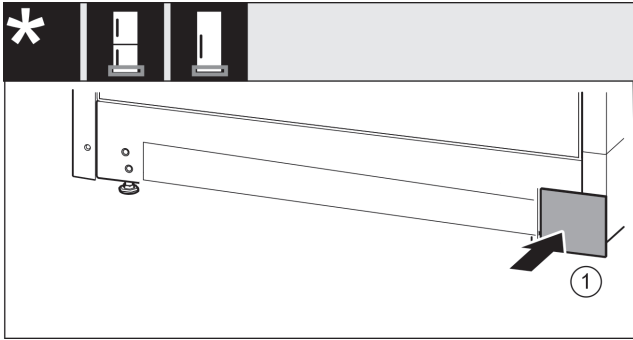

Fig. 17
- ▶ Снова установите крышку Fig. 17 (1) с другой стороны.